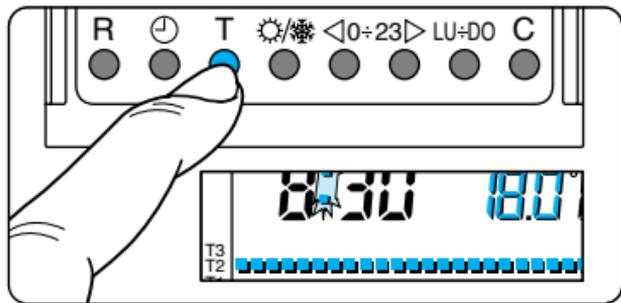

Fig. 60
12.3 - Premere nuovamente il pulsante T (fig. 60) per passare al livello di temperatura successivo.